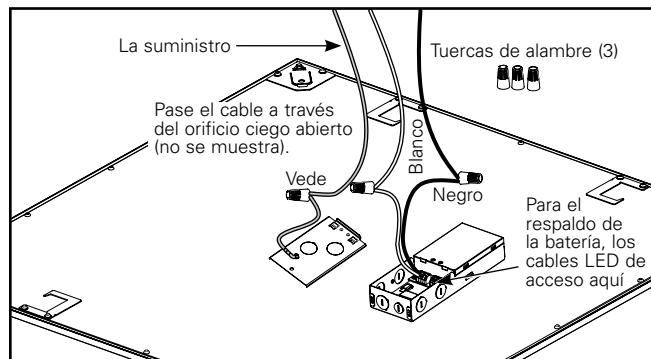

Figura 5.
- Utilice el expulsor de apertura para ingresar la línea de alimentación. Utilice los tres empalmes plásticos provistos para conectar el cable de tierra con el cable de alimentación verde, el cable negro (li11ne) con el cable de alimentación negro y el cable blanco (neutro) con el cable de alimentación blanco. (Figura 5.)
Nota: Este dispositivo es compatible con los sistemas de respaldo de batería, incluidos los Surelites EBPLED7W y EBPLED14W. Si utiliza un sistema de respaldo de batería, retire la placa de la cubierta del controlador para acceder a los cables de carga LED y siga las instrucciones de cableado de respaldo de la batería (Figura 5). Asegúrese de volver a instalar la placa de la cubierta del controlador después del cableado.